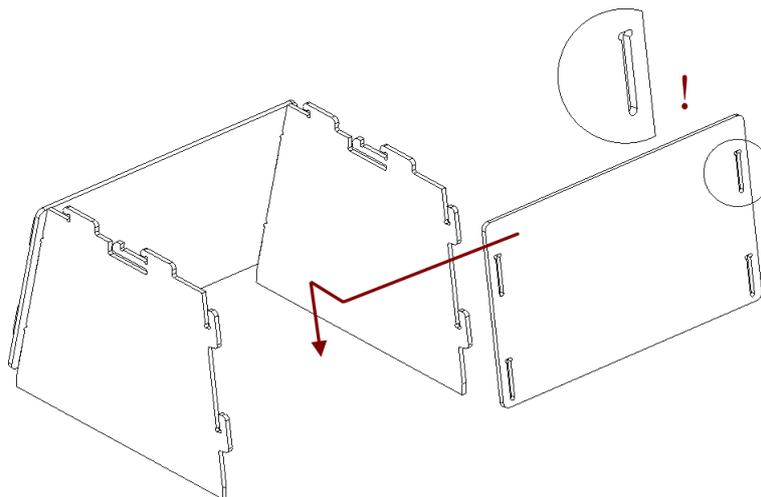

Abbildung 142: Die Rückwand zusammensetzen.
2. Die Rückwand auf dieselbe Weise einsetzen (siehe Abb. 142).